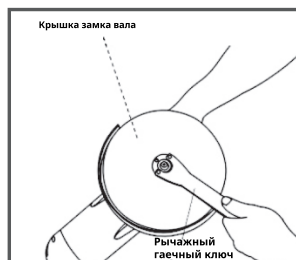

Рис. 4
2. Для затяжки внешнего фланца крепко нажмите на фиксатор вала, чтобы шпиндель не мог вращаться, а затем используйте гаечный ключ для стопорной гайки и надежно затяните по часовой стрелке. (Рис. 4.)